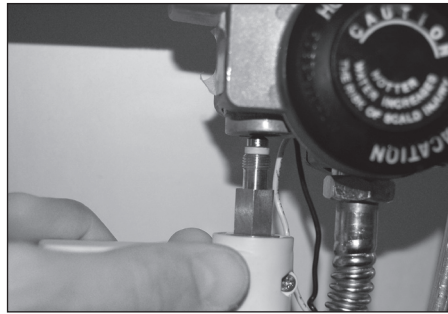

Figure 9
2. Installer le module de coupure d'alimentation fourni avec le robinet avec détecteur d'eau sur le robinet de gaz. **Figure 9**